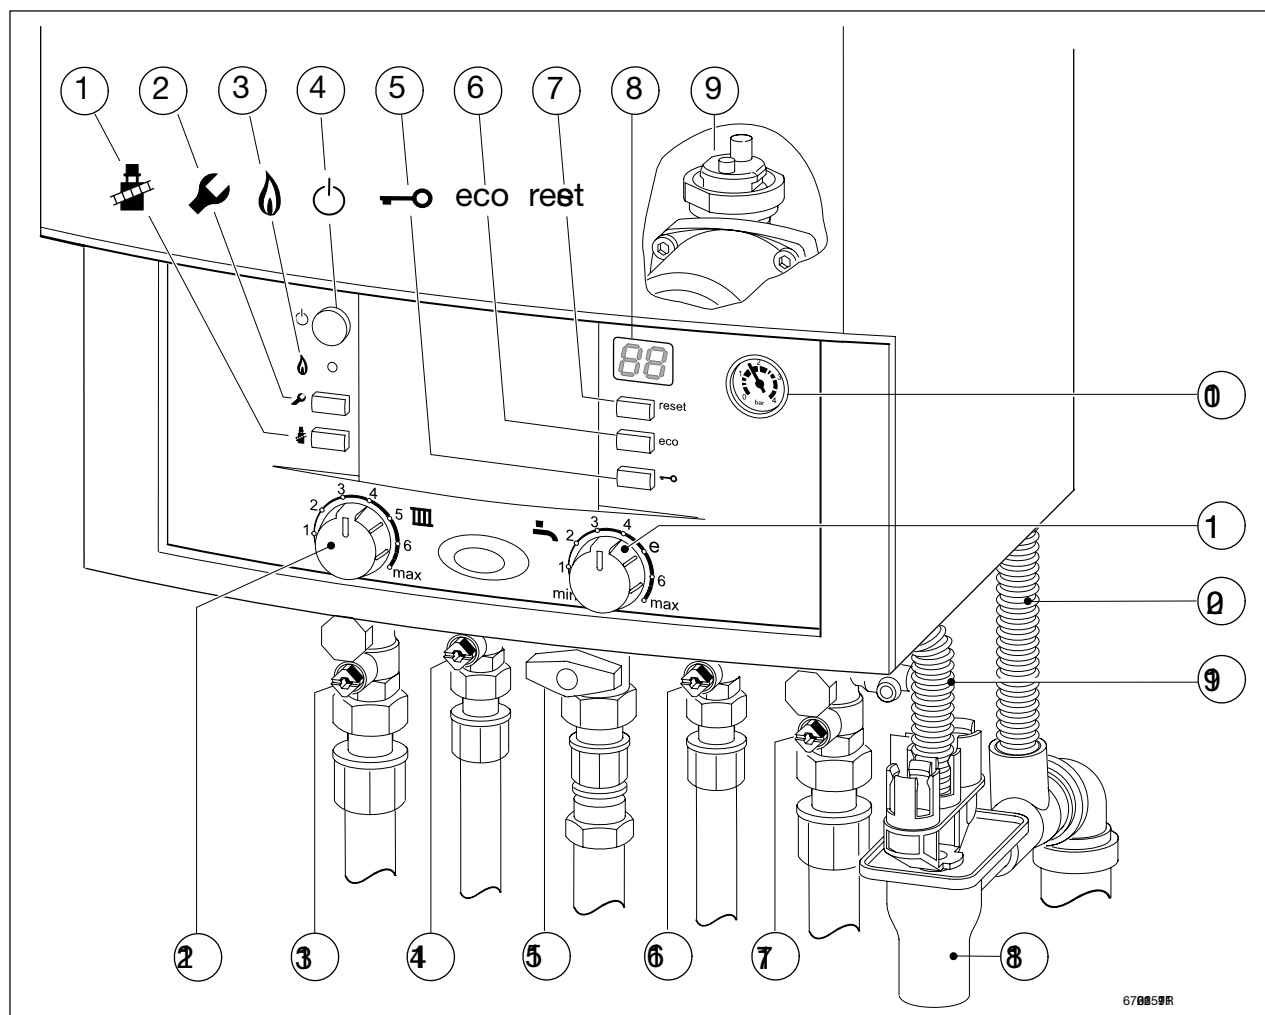

Рис. 26
- ▶ Открыть краны подачи и возврата отопления (рис. 26, 13 и 17) и заполнить систему отопления до давления 1–2 бар и закрыть кран заполнения.
- ▶ У установок ZWB открыть краны горячей и холодной воды (рис. 26, 16 и 14) и держать один кран горячей воды открытым до появления из него воды.